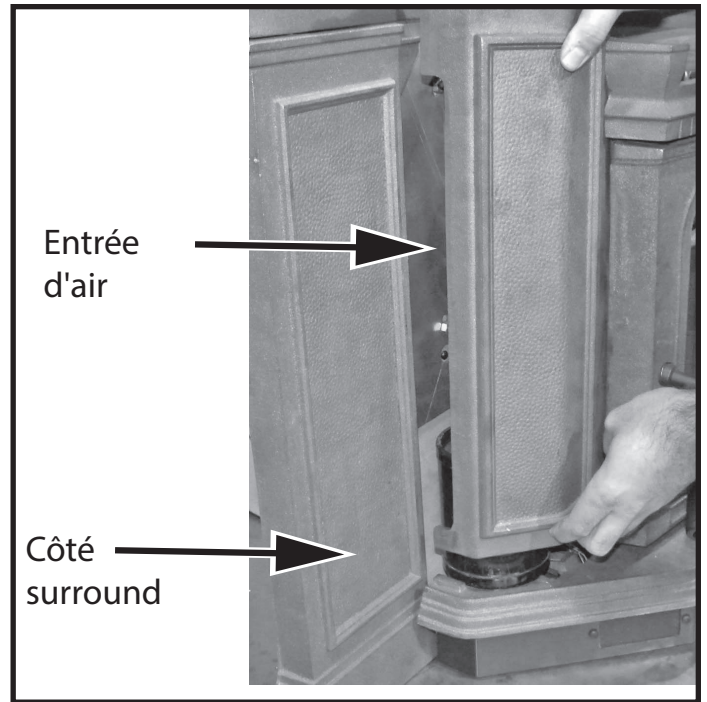

Figure 14: Installation de la protection du ventilateur.
7. Fixez le pourtour à la chambre de combustion en alignant les goujons du support (L), puis fixez-les avec les rondelles et les écrous (M) latéraux (Figure 14).
8. Installez le dessus décoratif en fonte en l'inclinant légèrement, en le glissant sous le dessus du cadre et en le plaçant par-dessus les écrans de ventilateur (Figure 14).